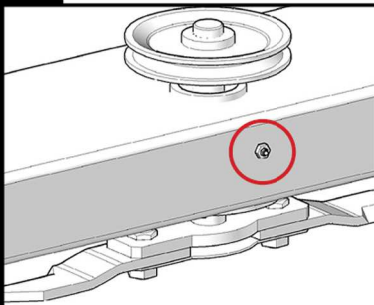

Fig. 01
- * Engraxar os rotores das facas *Fig.01* a cada 30 horas de trabalho
- * Shine *Fig.01* rotors with grease for high-quality bearings, noting that must be done the total grease fill the rotors;
- * Grease the rotors of Fig.01 knives every 30 hours of work
- * Shine Hecho Rotores Fig.01 Grease parrafo rodamientos de primera calidad, observando Cuál debe ser la grasa de los totales de llenar los rotores;
- * Engrasar los rotores de fig.01 Cuchillos cada 30 horas de trabajo